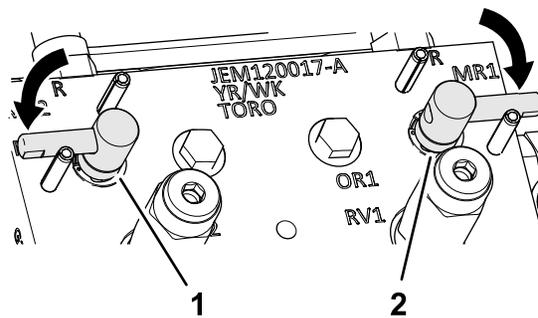

Рисунок 151
3. Установите рычаги заточки обратным вращением в положение F (скашивание) (Рисунок 151).